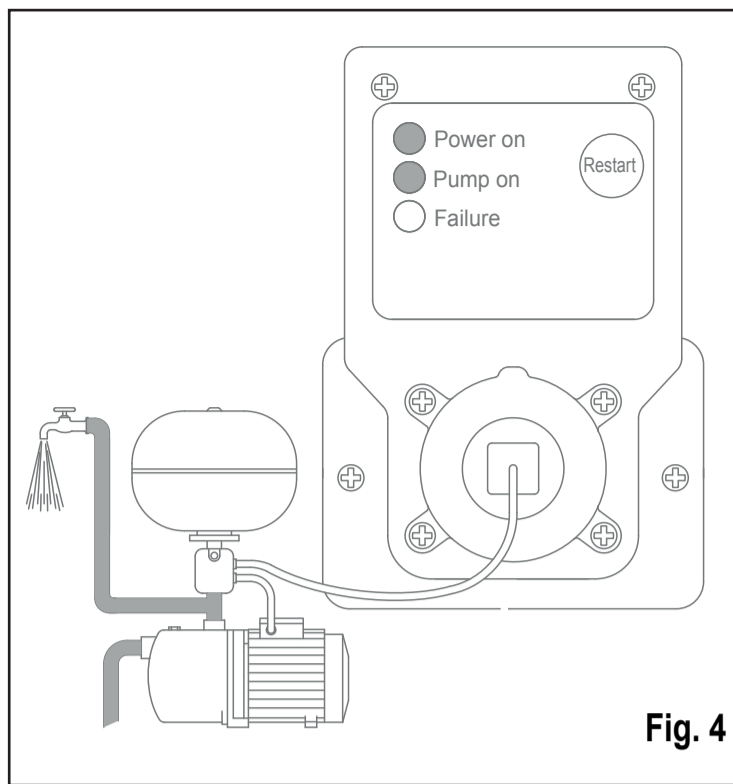

Fig. 4
- Wait a few seconds until the red "Failure" Led turns off. The motor data have been acquired and the device is now capable of protecting the pump (Figure 4).
- Attendre quelques secondes que le voyant rouge "Failure" s'éteigne. Les données du moteur ont été acquises et l'appareil est désormais capable de protéger la pompe (Fig. 4).
- Warten Sie einige Sekunden, bis die rote Led „Failure“ erlischt. Die Motordaten wurden erfasst und das Gerät ist jetzt in der Lage, die Pumpe zu schützen (Abb. 4).
- Подождите несколько секунд, пока красный индикатор «Failure» не погаснет. Данные электродвигателя собраны, защитное устройство готово к работе (рис.4).